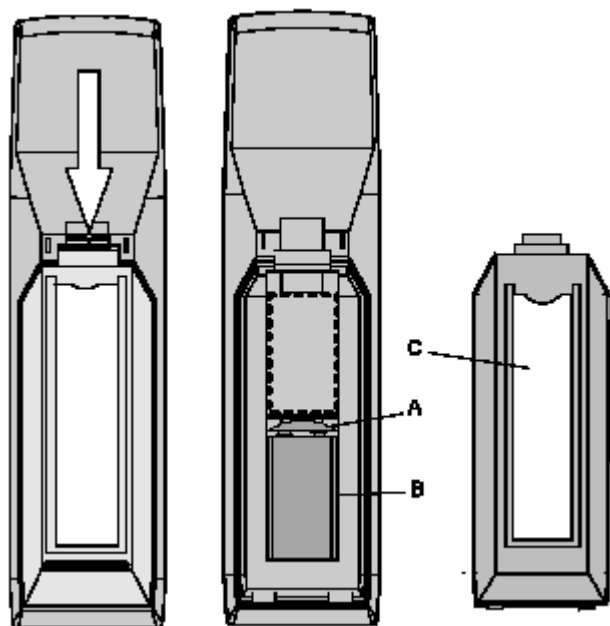

图 3-9 : 打开遥控器电池盖 图 3-10 : 将电池装入遥控器
1. 稍微向遥控器底端方向推动指示的电池盖柄，取下遥控器背面的电池盖（见图 3-9）。
2. 同时提起电池盖上端，见图 3-9。